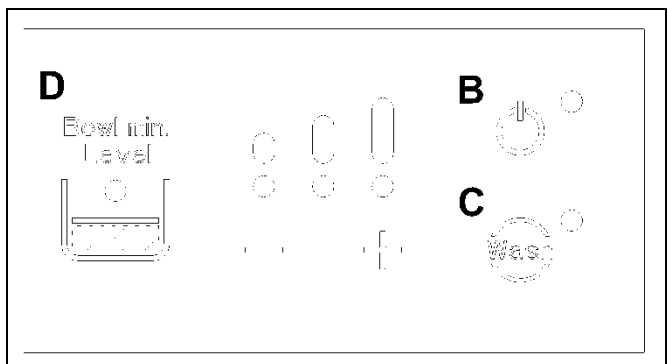

Fig. 38
- Cuando el LED del nivel de producto D junto con el LED de encendido B (fig.38) están encendidos y se oye una alarma sonora, significa que el nivel del producto en la cubeta superior es bajo y por lo tanto debe restablecerse; en estas condiciones la máquina está bloqueada y solo funcionan el motor y la bomba en fase de suministro hasta que se restablezca el nivel.